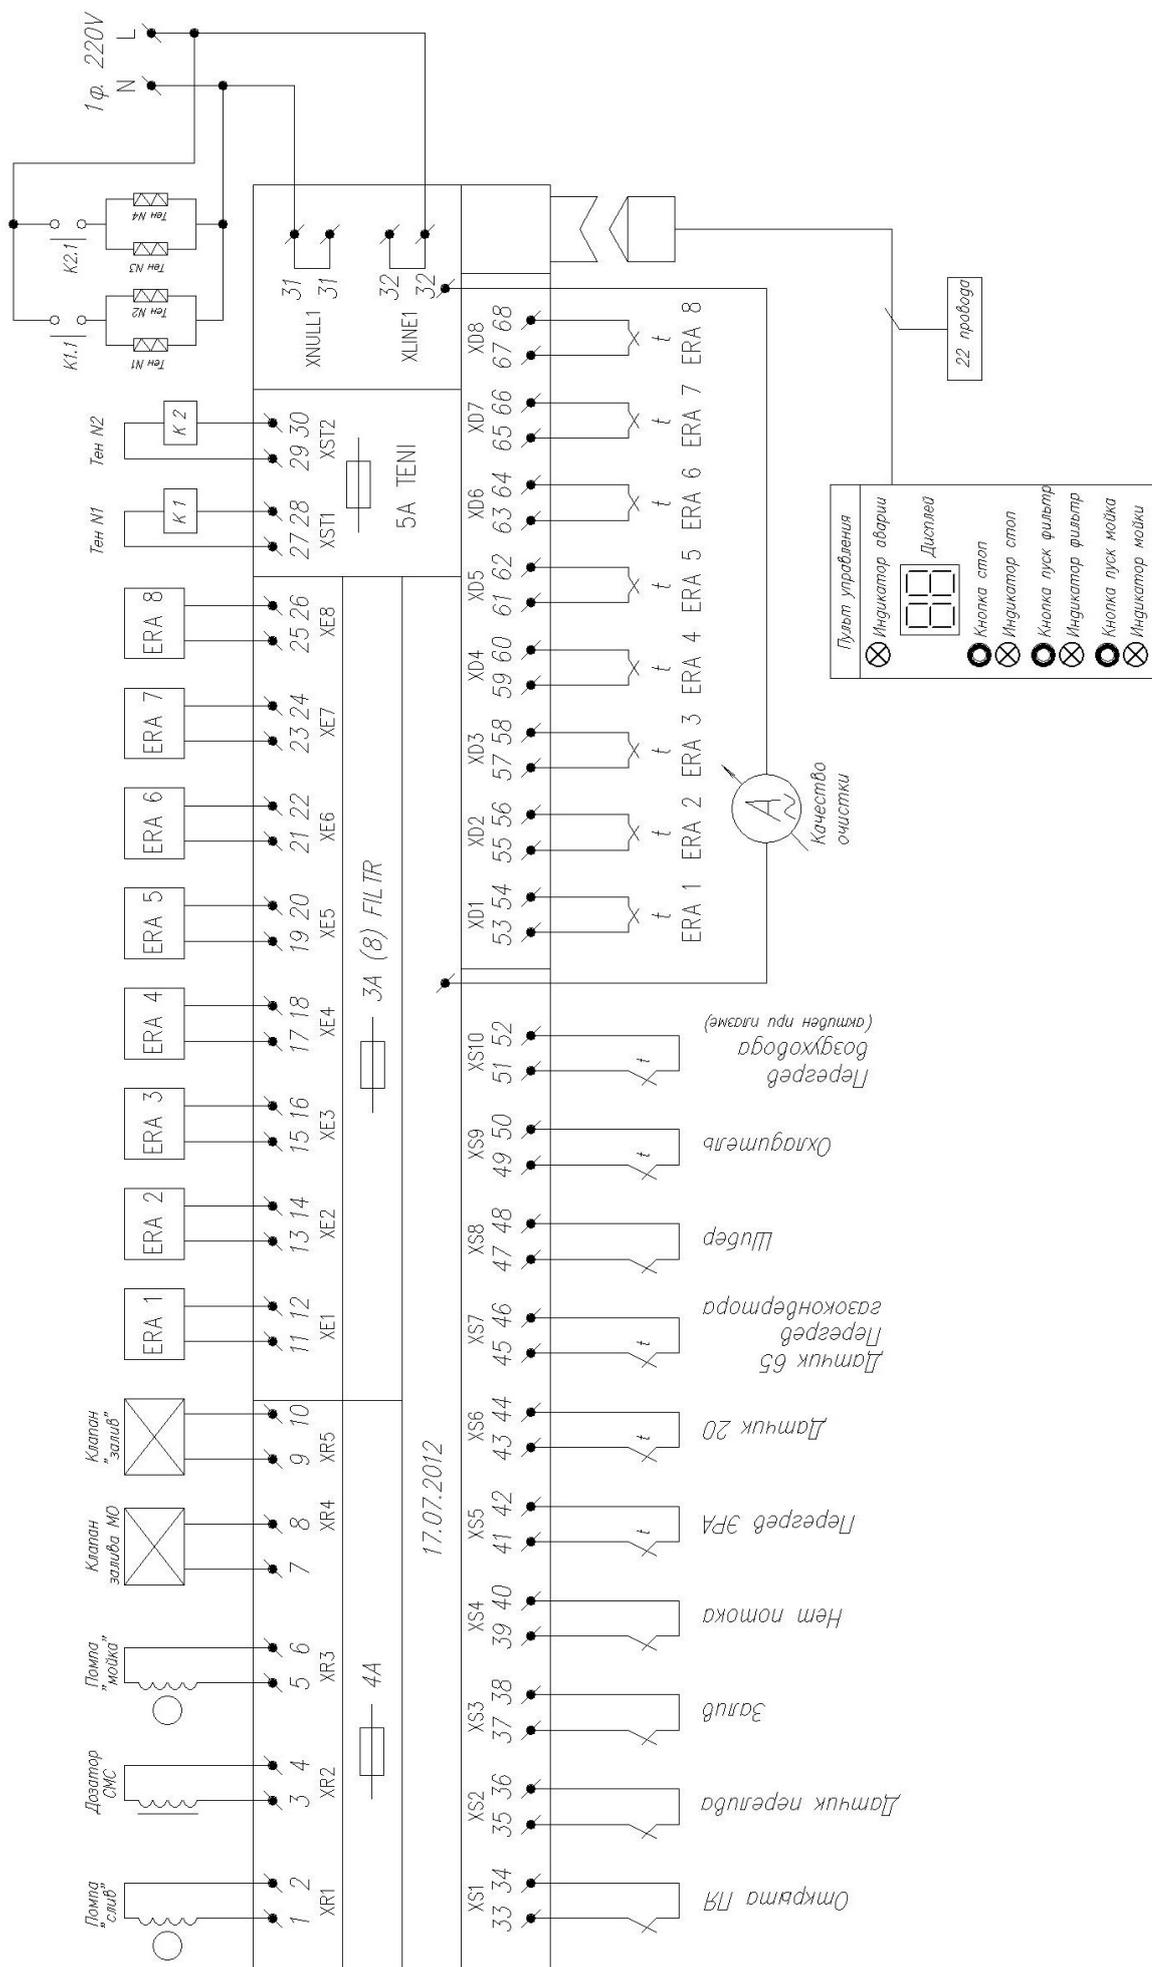

Рис. 10. Электрическая схема «Ятаган «Complex 1,5»
11.4. Вышли из строя реле-контакты (в аппаратах Complex-1,5 и 3,0)	<ul style="list-style-type: none"> • Прозвонить реле-контакты • Заменить неисправное реле-контактор • Расположение реле – Рис. 10, 11, поз. K1, K2